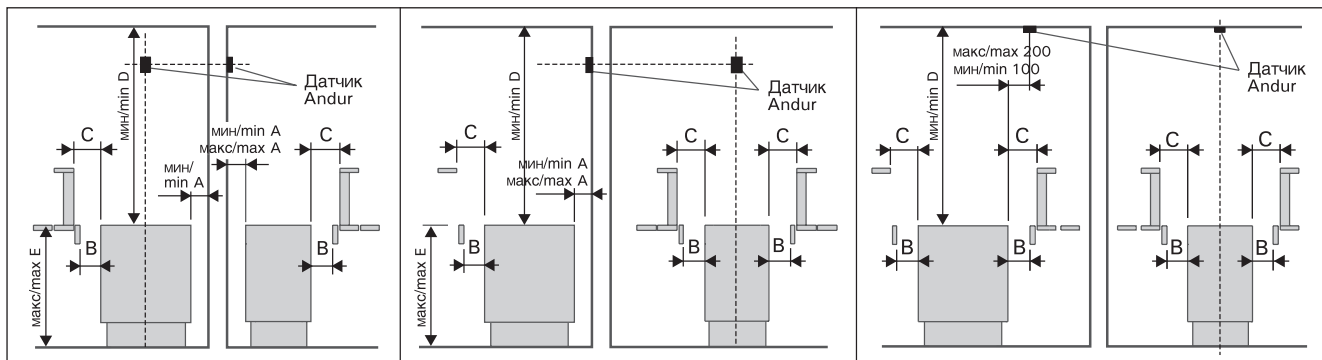

Рис. 3. Безопасные расстояния каменки. Вним! Если значение E больше E макс., то И мин. = C мин.
- При расположении каменки выполняются условия минимальных расстояний, изображенных на рис. 3 и указанных в таблице 1. **Значения необходимо соблюдать, так как пренебрежение ними может привести к возникновению пожара.**
Перед установкой необходимо принять во внимание минимальные расстояния до легковозгораемых материалов. См. табл. 1 и рис. 3.